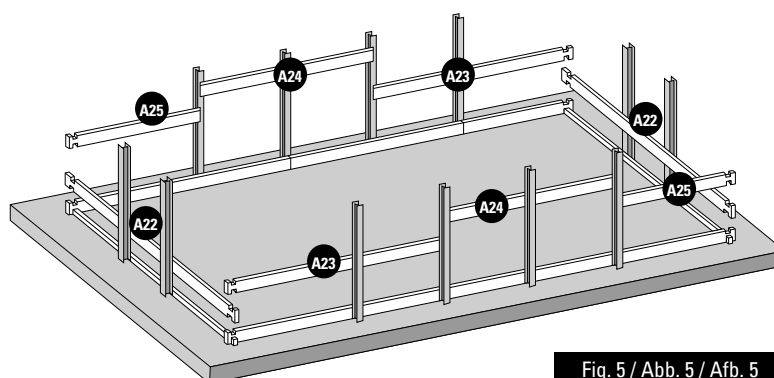

Fig. 5 / Abb. 5 / Afb. 5
- EN** **2nd LAYER OF BOARDS:** • Install the second layer of boards as shown in figure 5. • There is a wooden wedge in the structure packet to correctly assemble the boards. • Never directly hit against the boards. You would damage the pegs and would weaken the structure. Do not hit them with anything metallic. This would inevitably damage the wood. • Try to correctly assemble the boards right from the start. There should not be any space between each layer of boards to avoid maladjustment of the higher boards.
- FR** **2ÈME RANGÉE DE MADRIERS :** • Positionnez les madriers de la deuxième rangée conformément à la figure 5. • De manière à emboîter correctement les madriers, une cale en bois est à votre disposition dans le colis de structure. • Ne pas taper directement sur les madriers. Cela abîmerait les languettes et nuirait à la solidité de la structure. • Ne pas frapper avec une pièce métallique. Cela détériorerait le madrier irrémédiablement. • Veillez à emboîter bien à fond les madriers dès le départ. Il ne doit pas y avoir d'espace entre chaque rangée pour éviter un décalage au niveau des madriers supérieurs.
- DE** **2. BRETTERRIHE:** • Platzieren Sie die Bretter der zweiten Reihe laut Abb. 5. • Um die Bretter richtig anbringen zu können, finden Sie einen Holzkeil im Paket des Tragwerks. • Nicht direkt auf die Bretter klopfen. Das würde die Zapfen und die Festigkeit des Tragwerks beschädigen. • Nicht mit einem Metallteil darauf klopfen. Es würde das Holz unabänderlich beschädigen. • Versuchen Sie, die Bretter von Anfang an tiefgehend ineinander zu fügen. Zwischen den Reihen darf kein Platz sein, um eine Fehlanpassung der oberen Bretter zu vermeiden.
- NL** **2E RIJ PLANKEN:** • Plaats de planken van de tweede rij zoals aangegeven op afbeelding 5. • Om de planken correct te assembleren, zit er een houten wig in het pakket van het frame. • Sla niet direct op de planken. Daardoor gaan het profiel kapot en wordt de stevigheid van het frame ondermijnd. • Sla er niet direct op met metaal. Hierdoor raakt het hout onherstelbaar beschadigd. • Zorg ervoor dat de planken vanaf het begin stevig op elkaar aansluiten. Er mag geen ruimte tussen de rijen overblijven, om te voorkomen dat de bovenste houtdelen onregelmatig uitkomen.